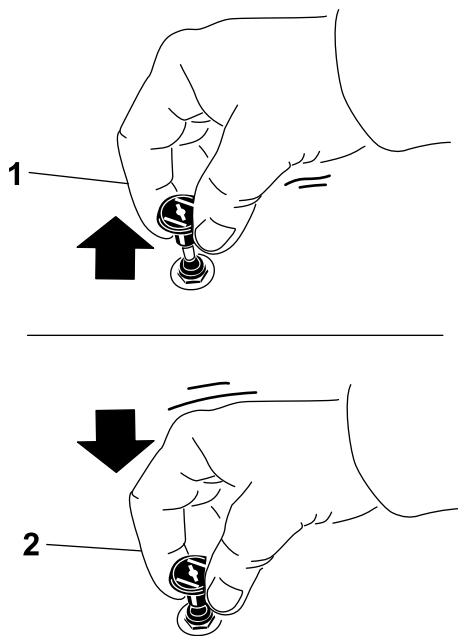

Figure 20
1. Tirez sur la commande du volet de départ pour engager le volet de départ avant d'utiliser le commutateur d'allumage (Figure 20).
2. Appuyez sur la commande pour désengager le volet de départ une fois que le moteur a démarré (Figure 20).